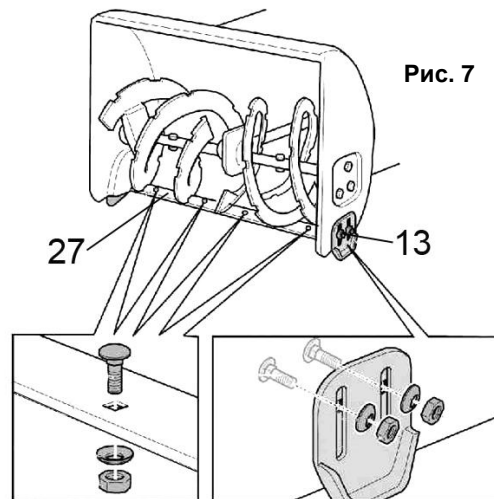

Рис. 7
- При замене ножа (27)(См. Рис.7), открутите болты, гайки с шайбами крепления ножа к снегозаборнику.
- При использовании снегоуборщика на неровной поверхности (гравийные дорожки и т.п.), следует устанавливать максимальное расстояние между ножом (27)(См. Рис.7) и поверхностью земли, перемещая башмаки максимально вниз относительно корпуса снегозаборника.
- При использовании снегоуборщика на ровных и твердых поверхностях, устанавливайте минимальное расстояние между ножом (27)(См. Рис.7) и поверхностью земли, перемещая башмаки максимально вверх относительно корпуса снегозаборника.
- Если ограничительные башмаки (13) будут выставлены таким образом, что подрезной нож (27)(См. Рис.7) будет касаться очищаемой поверхности, то это может привести не только к преждевременному износу подрезного ножа, но и к преждевременному износу ходовой части снегоуборщика.